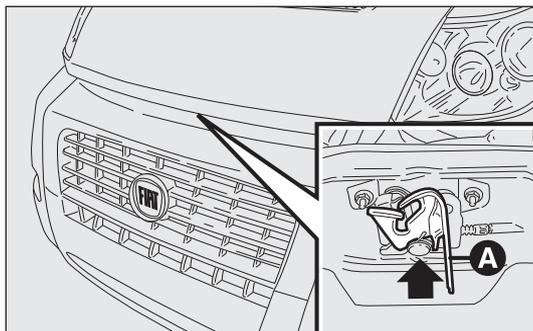

Abb. 121
- den kleinen Hebel A – Abb. 121 wie abgebildet ziehen;